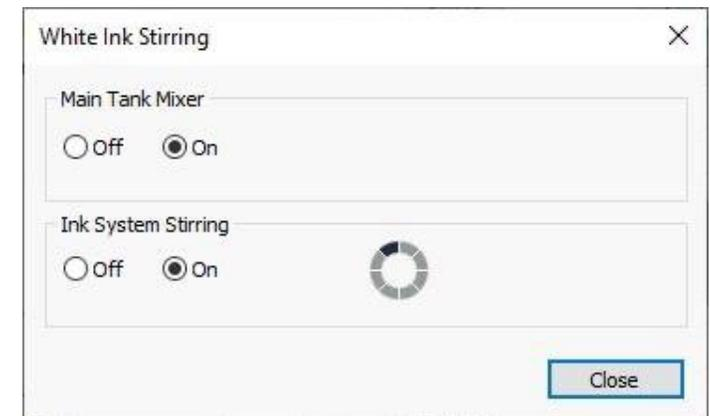

Рисунок 6-1. Перемешивание белил
1. Откройте вкладку **Tools** и выберите там **White Stirring**. Откроется окно, Рисунок 6-1.